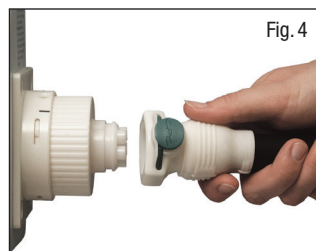

Fig. 4
- Anslut dynans luftslang till adaptern genom att matcha markörerna (Fig. 4). Säkerställ att detta anslutits korrekt, då en läcka kan uppstå i annat fall.